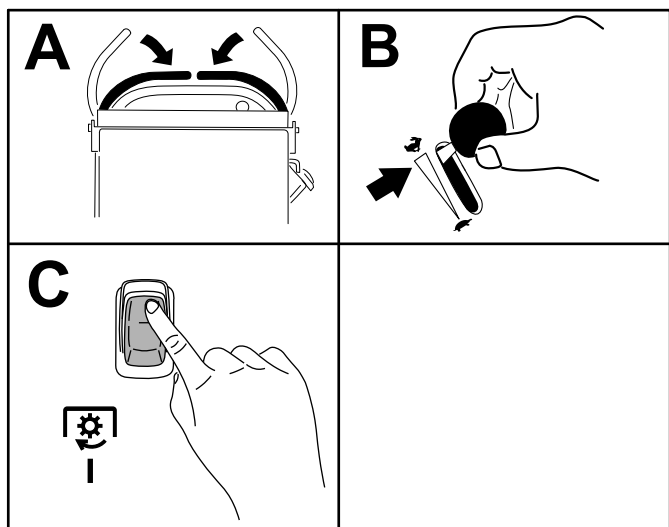

図 9
**注** 走行コントロールレバーから手を離して刈り込みブレードが停止した場合には、スイッチを ON 位置にすればブレードが回転します 図 9。最初にスイッチを OFF にする必要はありません。